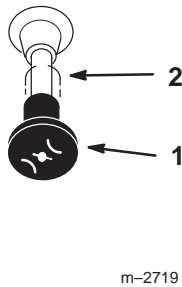

Figure 11
7. Lorsque le moteur a démarré, amenez progressivement la manette de starter en position hors service (Fig. 11). Si le moteur cale ou hésite, ramenez la manette de starter à la position en service pendant quelques secondes. Réglez ensuite le levier d'accélérateur à la position voulue. Répétez l'opération si nécessaire.